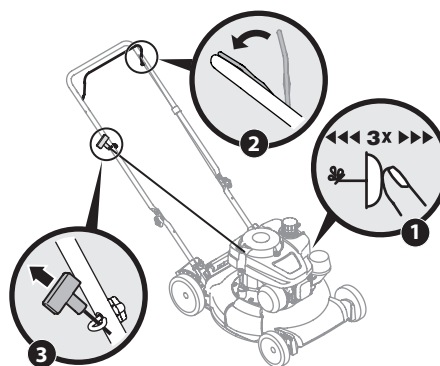

Figure 5-2
1. Pressez sur l'amorce trois fois. Attendez environ deux secondes avant de presser de nouveau sur l'amorce. Voir Figure 5-2. Si la température est inférieure à 10 °C (50 °F), pressez sur l'amorce 5 fois. Si le moteur est chaud, il suffit de presser sur l'amorce une fois, peu importe la température.
3. Tirez sur la poignée du lanceur à rappel jusqu'à ce que vous sentiez une légère résistance, puis tirez rapidement sur la poignée pour faire démarrer le moteur et prévenir le recul. Répétez si nécessaire. Voir Figure 5-2.